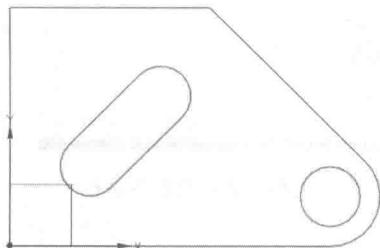

图 1-1-17 建模界面下的草图
(10) 完成草图。在【草图工具】工具条中选择 完成草图按钮, 系统回到建模界面。截面图形如图 1-1-17 所示。